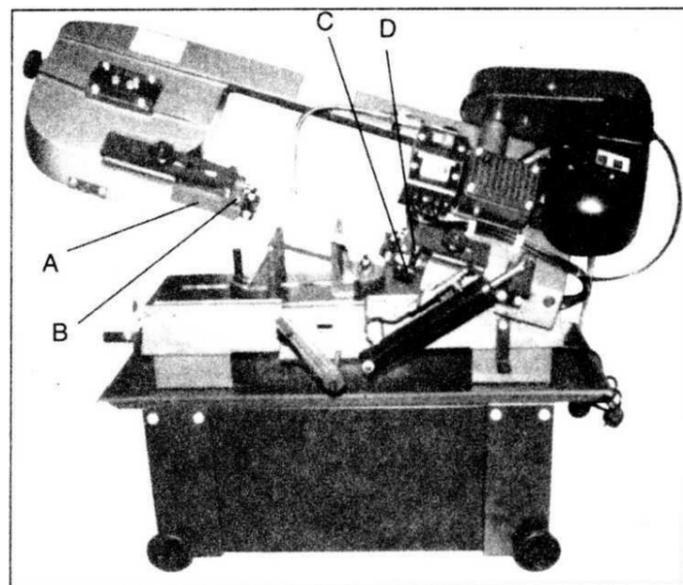

рис. 10
3. Снимите красный узел защитных устройств ленточного полотна (А, рис. 10), открутив два винта (В).